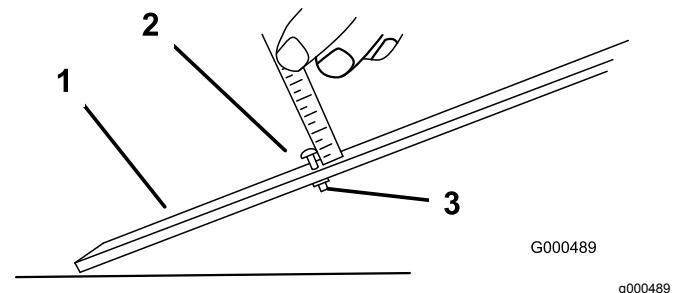

Figure 10
2. Desserrez l'écrou du gabarit et tournez la vis de réglage de manière à obtenir la hauteur de coupe voulue (Figure 10).